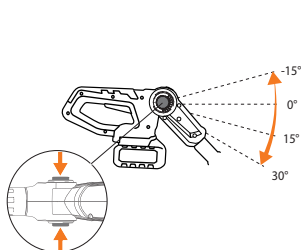

Рис. 11
- Регулировка угла наклона рукоятки доступна в четырех положениях для изменения угла в пределах -15° / $+30^{\circ}$. Для изменения угла рукоятки – зажмите кнопку фиксатора и установите рукоятку в необходимое положение, после чего отпустите кнопку для фиксации (Рис. 11).